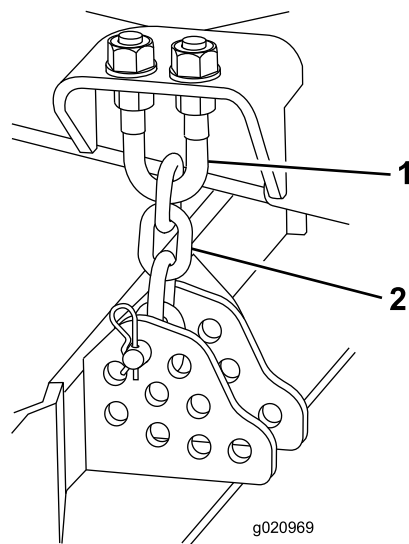

Figura 77
3. Retire el pasador de horquilla y la chaveta que fijan las cadenas de ajuste de la altura de corte a la parte trasera de la unidad de corte (Figura 77).